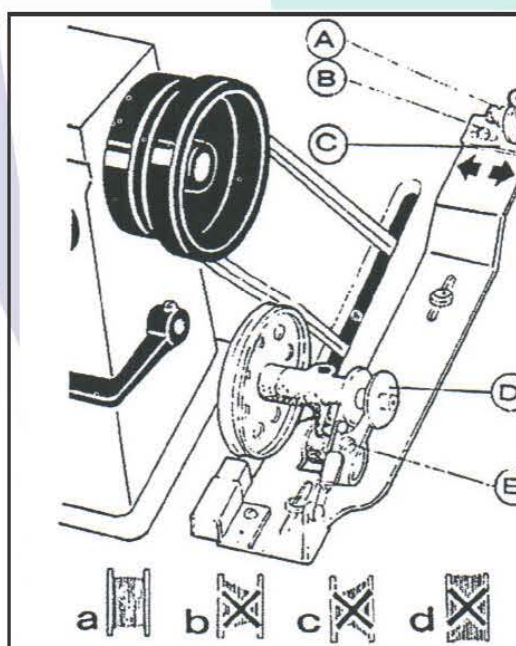

Figura 7
2. Quando a camada do fio enrolado não apresentar uma forma cilíndrica, conforme figura 07 (a), soltar o parafuso de ajuste (B) da tensão do suporte de enrolamento e ajustar o suporte (C) para o lado esquerdo ou direito. Se o enrolamento da linha ficar conforme a Figura 7 (b), mova o suporte para o lado direito, mas se o enrolado da linha ficar como na figura 7(c), mova o suporte para o lado esquerdo.